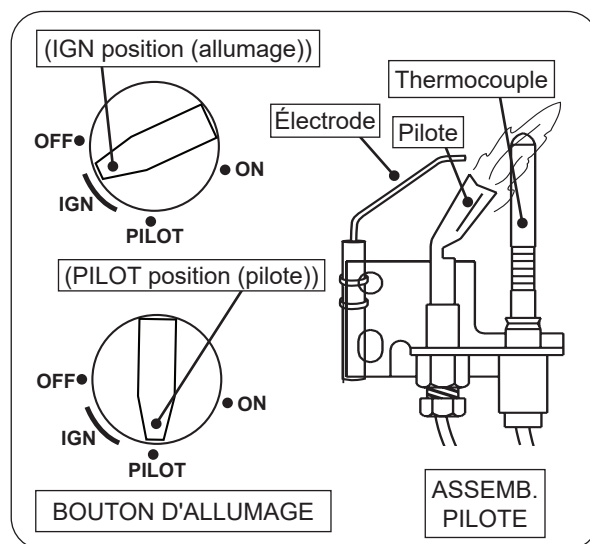

Fig. 50-1 Éclairage pilote
3. Localisez l'assemblage de la veilleuse sur le côté ou à l'arrière du bac du brûleur (voir Fig. 50-1).
5. Tout en maintenant le bouton enfoncé, tournez le bouton de commande dans le sens antihoraire  vers **PILOT** (pilote) jusqu'à ce que vous entendiez un clic (l'allumeur piézo-électrique s'activera et allumera la veilleuse). Continuez à maintenir le bouton enfoncé pendant environ une (1) minute après l'allumage de la veilleuse. Relâchez le bouton et il ressortira. La veilleuse restera allumée. Voir la Fig. 50-1. S'il s'éteint, répétez les étapes 2 à 5.